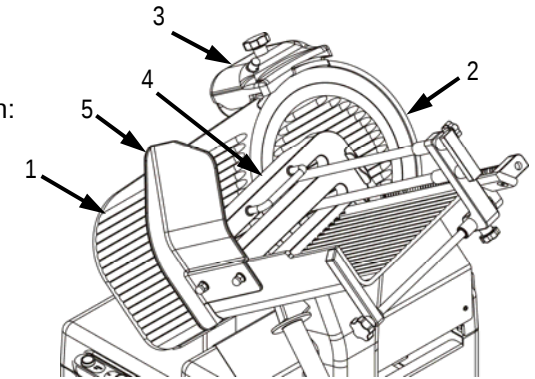

Abb.34
- Dickenmessersegel (Abb. 34 Detail 1);
- Ring (Abb. 34 Detail 2);
- Schleifvorrichtungsgehäuse (Abb. 34 Detail 3);
- Presser (Abb. 34 Detail 4);
- Handschutz (Abb. 34 Detail 5);